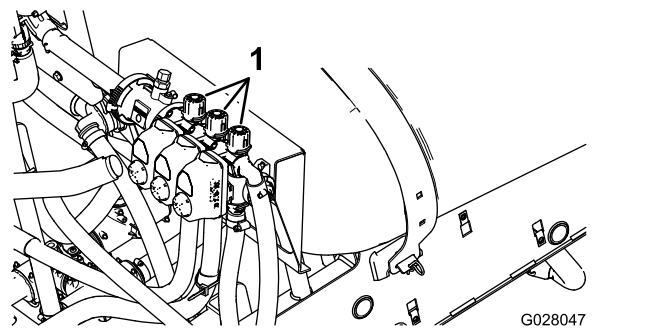

Figura 85
4. Reglai supapa de bypass pentru seciunea din dreapta (**Figura 85**) până când valoarea presiunii ajunge la nivelul reglat anterior (de regulă, 2,75 bar).
6. Reglai supapa de bypass pentru seciunea din centru (**Figura 85**) până când valoarea presiunii ajunge la nivelul reglat anterior (de regulă, 2,75 bar).
2. Treceți comutatorul pentru seciunea din stânga în poziia Oprit i reglai supapa de bypass pentru seciunea din stânga (**Figura 85**) până când valoarea presiunii ajunge la nivelul reglat anterior (de regulă 2,75 bar).